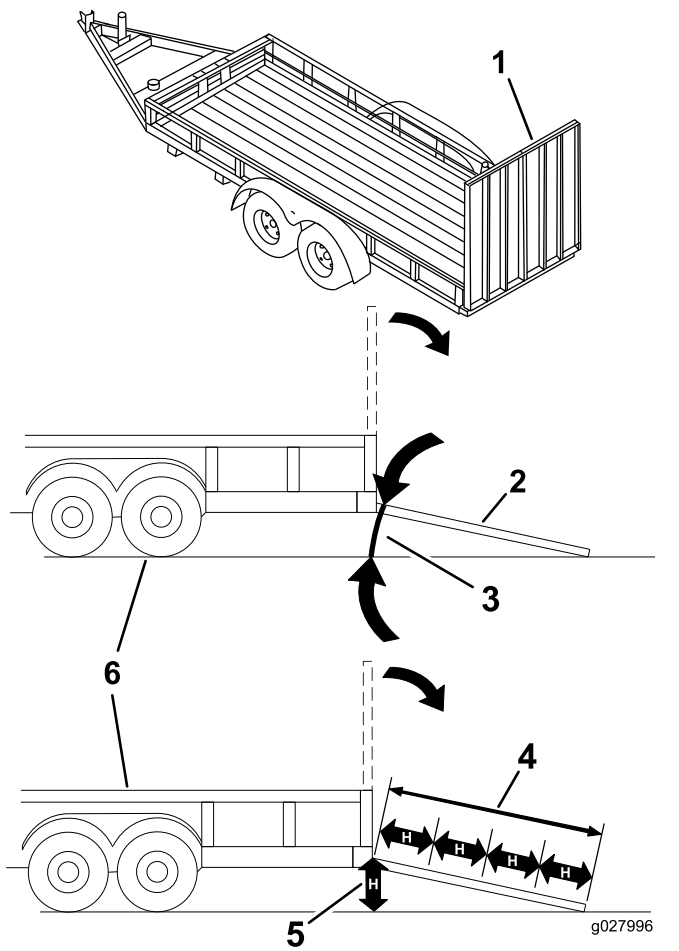

Figure 30
Le chargement de la machine sur une remorque ou un camion augmente le risque de basculement, et donc de blessures graves ou mortelles (Figure 30).
1. Abaissez la rampe pour que l'angle avec le sol ne dépasse pas 15 degrés (Figure 30).